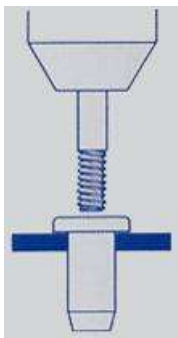

Fig.1
5. Insérer la tige de la riveteuse dans l'écrou. (Fig. 1)